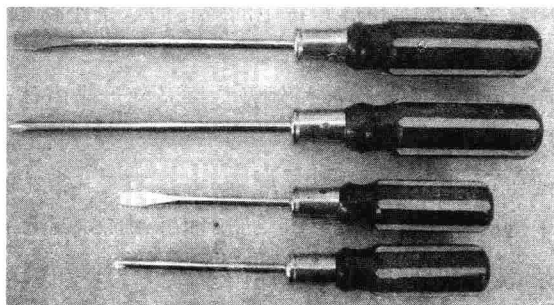

图 1-1-5 木柄螺丝刀
② 低压验电器的作用
① 螺丝刀的结构和规格 螺丝刀又称为旋凿或起子, 它是一种紧固或拆卸螺钉的工具, 按头部形状可分为一字形和十字形。电工常用的有如图 1-1-5 所示的木柄螺丝刀。